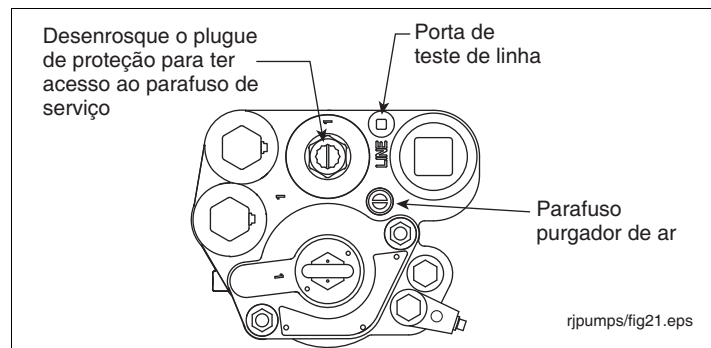

Figura 33. Localização do parafuso de serviço, da porta de teste de linha e do parafuso do purgador de ar
3. Retire o plugue da porta de teste de linha (ver Figura 33). Aplique pressão de teste na porta de teste de linha (máximo de 345 kPa [50 psi]).
6. Gire o parafuso do purgador de ar 2 ou 3 voltas no sentido anti-horário (ver Figura 33).
1. Retire e guarde o plugue protetor sobre o parafuso de serviço. Gire o parafuso no sentido horário (ver Figura 33). À medida que o parafuso for afundado, você escutará a despressurização do sistema. Continue girando o parafuso até o fim.